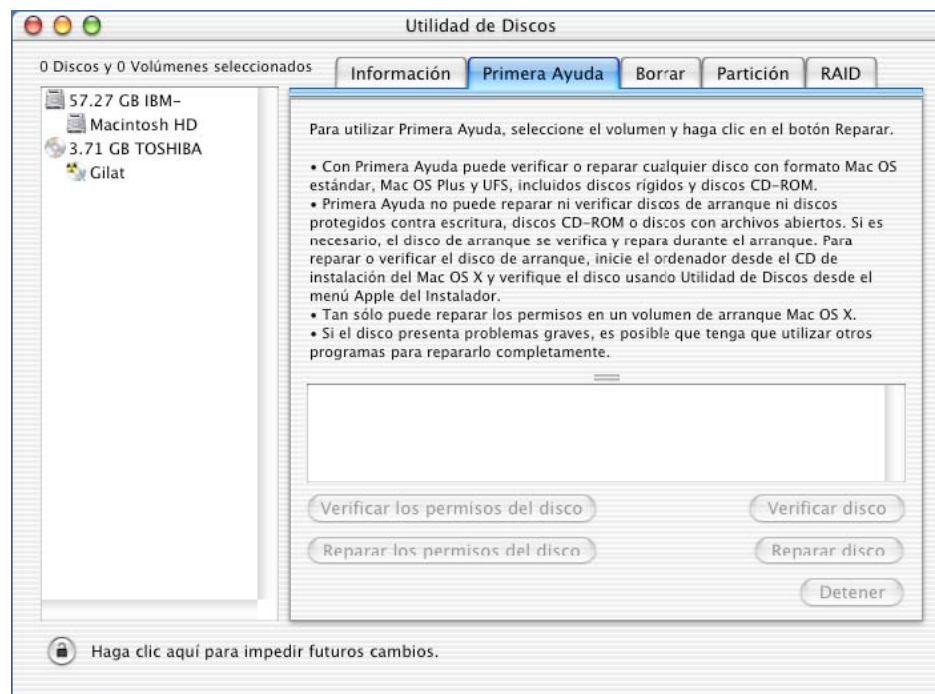

Imagen 20. Utilidad de disco, borrar y crear partición de disco
11. Haga clic en reparar disco, para solucionar posibles problemas durante el proceso de borrado (imagen 20).